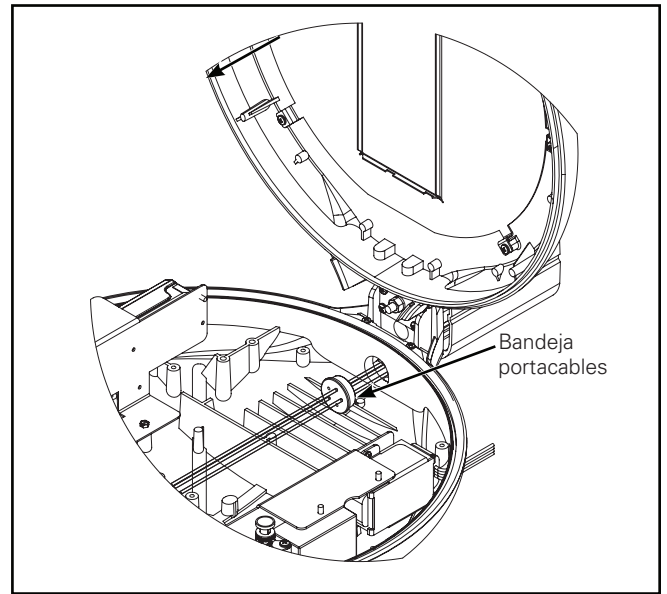
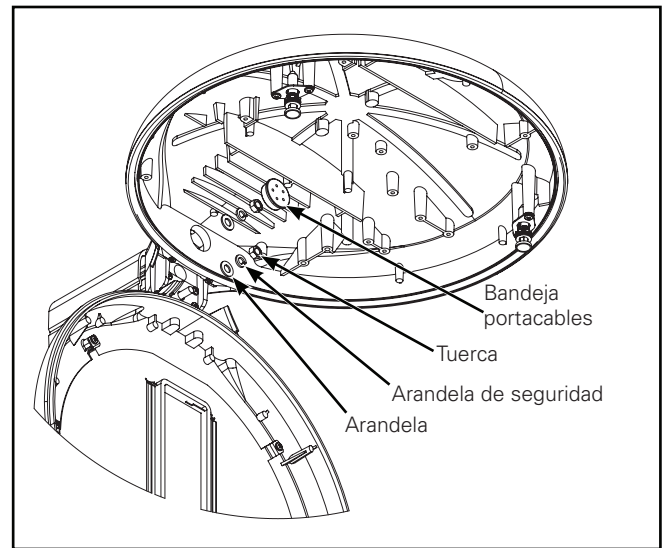

Figura 3A.
Figura 3B.
**Colocación del armazón al brazo (Figura 3A - 3B.)**
1. Remueva la bandeja de portacables del armazón. Mueva los cables de la luminaria hacia un lado para acceder a las varillas roscadas a través del armazón del dispositivo (Figura 3A). Alimente los cables de la luminaria a través del brazo. Deslice el armazón sobre las varillas roscadas y fíjelo con las arandelas, las arandelas de seguridad y las tuercas hexagonales. Apriete las tuercas hexagonales de la siguiente manera: Icono de mediano (ICM) - 450 in-lbs, Icono pequeño (ICS) - 130 in-lbs. (Figura 3B). Vuelva a instalar la bandeja portacables en el portacables en el armazón.